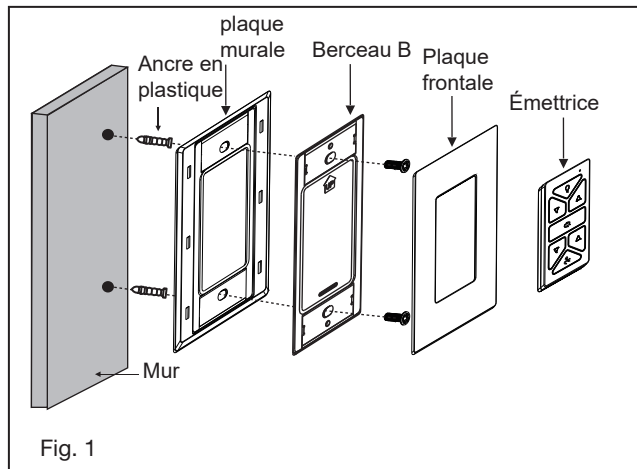

Fig. 1
- 3 Placez les trous de clé sur l'ensemble LED sur les 2 vis précédemment desserrées, tournez l'ensemble LED jusqu'à ce qu'il se verrouille en place dans la section étroite des trous de clé. Fixez en serrant les 2 vis précédemment desserrées et celle précédemment retirée. (Fig. 1)
- 1 Sélectionnez un emplacement souhaité. Utilisez la plaque murale pour marquer l'emplacement des trous de montage. Des chevilles murales en plastique ou des vis de montage sont nécessaires pour cette application. (Fig. 1)